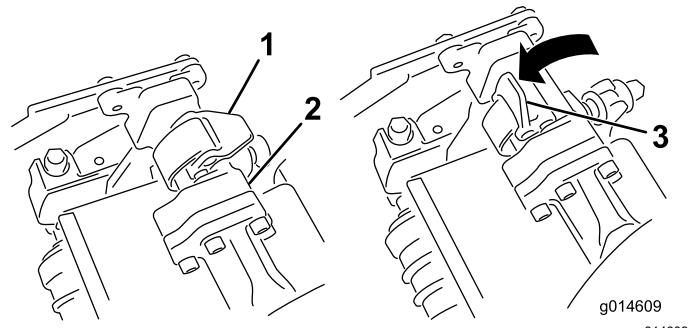
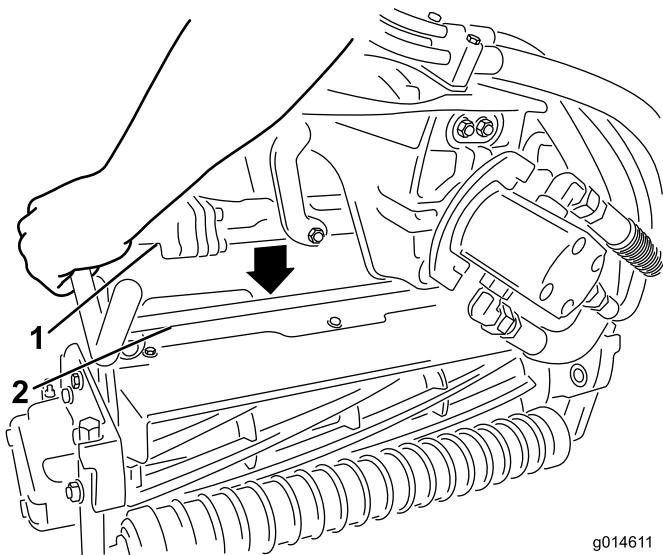

Figura 52
Figura 53
4. Abra los enganches de la barra del brazo de suspensión (Figura 52) y empuje hacia abajo el brazo de suspensión hasta que la barra encaje sobre ambos brazos de inclinación de la unidad de corte, y asegúrese de que los cierres pasan por debajo del travesaño de la unidad de corte (Figura 53).
5. Presione los enganches hacia abajo alrededor de la barra de la unidad de corte y bloquéelas (Figura 52).
6. Abra los enganches de la barra del brazo de suspensión de la unidad de corte que está retirando (Figura 52).